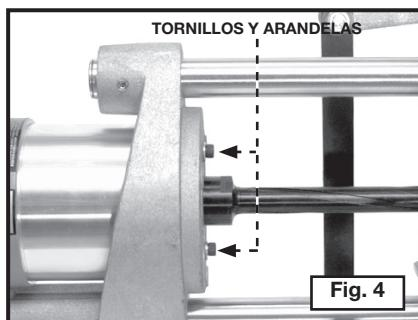

Fig. 4
3. Meta los dos tornillos y las arandelas (del paso número 1) por el montaje del motor (Fig. 4) y enrósquelos en los agujeros de la caja del motor. Apriételos bien con la llave hexagonal.